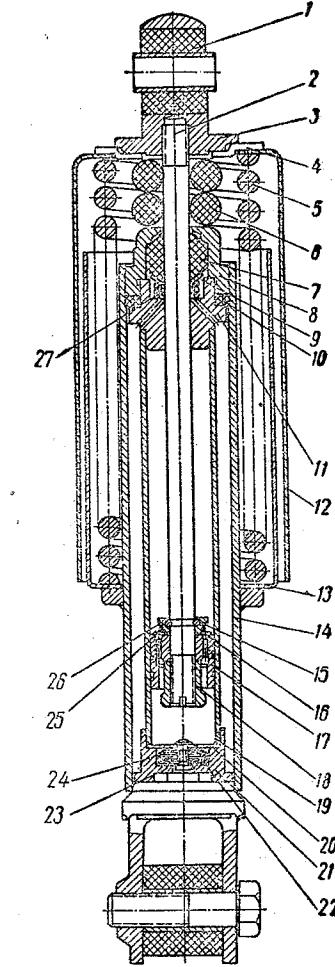

Рис. 31. Устройство амортизатора:
Пружинно-гидравлические амортизаторы мотоцикла представляют собой легкосъемные и взаимозаменяемые узлы. Устройство амортизаторов показано на рис. 31. Полный ход амортизаторов составляет 75—87 мм (разница между свободной длиной и длиной в сжатом состоянии, когда буфера 6 сжаты приблизительно на 25%).
1) нажав на верхний кожух, опустить его на 5—10 мм и снять освободившиеся при этом сухари 4 (см. рис. 31). После этого верхний кожух, пружина 5 и нижний кожух легко снимаются;
1) шток собирать в последовательности, обратной разборке («Разборка амортизаторов», п. 4). Стопорное кольцо 15 (см. рис. 31) перед посадкой упора 16 обжать по канавке штока, после чего оно должно полностью входить в выточку упора. При завинчивании гайки 18 необходимо следить за тем, чтобы клапан 26 не был зажат между поршнем и упором (если клапан был сильно зажат, то его обязательно нужно заменить, поскольку нарушена его плоскость);